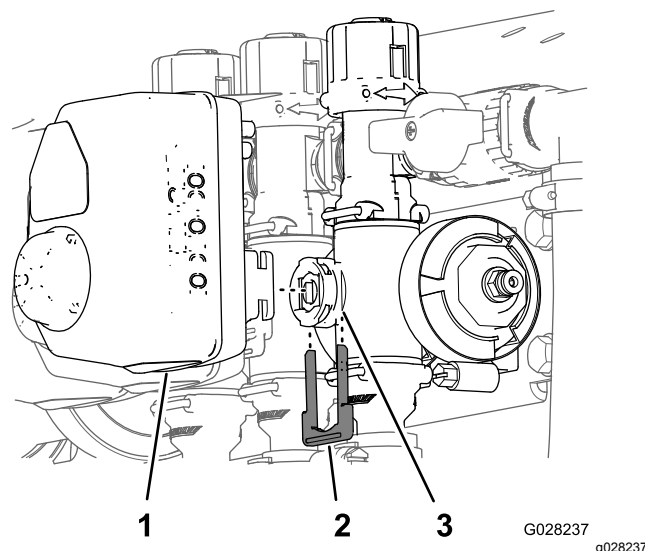

Figura 112
3. Retire la horquilla de retención que sujeta el actuador al distribuidor de control de caudal, agitación, maestra o de sección (Figura 112).